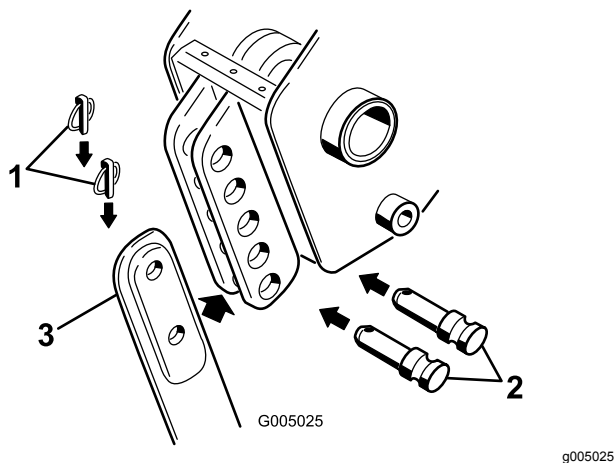

Рисунок 5
Примечание: Чтобы полностью снять отвал, снимите верхний и нижний штифты с защелками и отверстиями; см. Рисунок 5.
4. Снимите 2 штифта с защелками из штифтов с отверстиями в кронштейне отвала, затем снимите штифты с отверстиями (Рисунок 5) и имеющийся отвал (если он установлен).
5. Надвиньте новый отвал на кронштейн отвала и закрепите его на требуемой высоте (при смене монтажных отверстий глубина изменяется на 7,6 см), используя ранее снятые штифты с отверстиями и штифты с защелками (Рисунок 5).